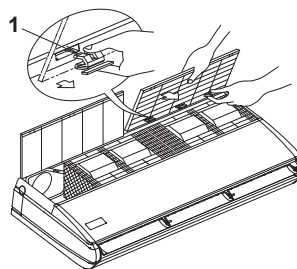

Bild 5
- Håll luftintagsgallret öppet, håll knoppen mot luftintagsgallrets bakkant och dra samtidigt luftintagsgallret framåt och ta bort det. **(Se bild 5)**